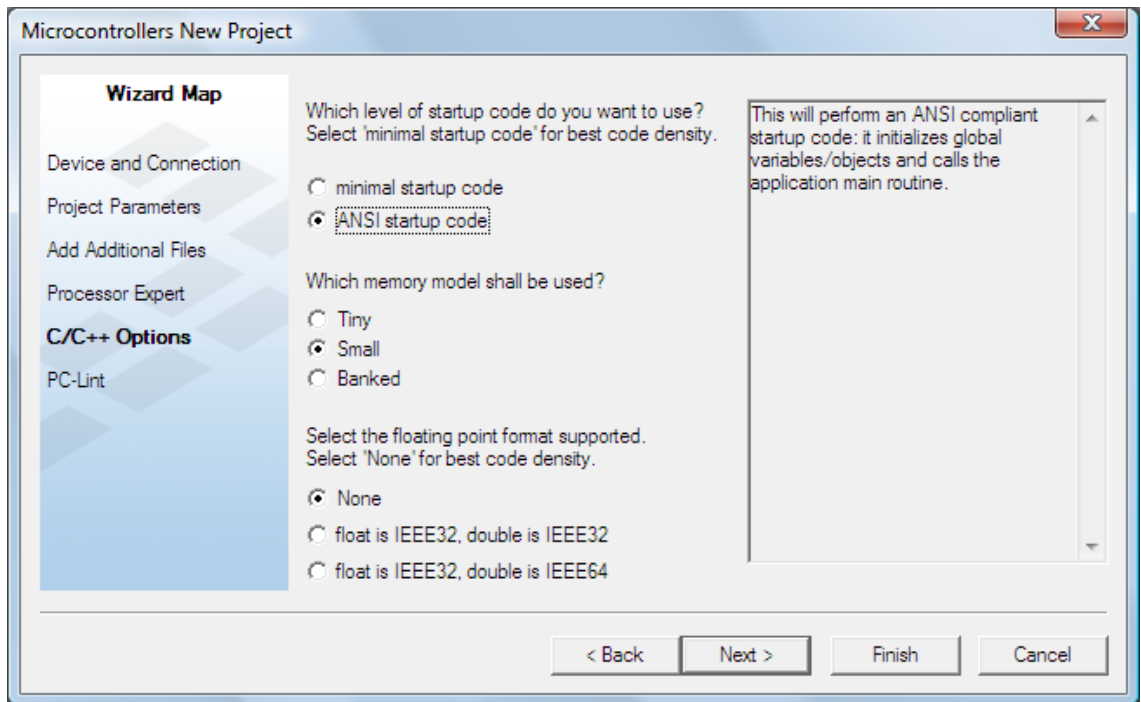

Figure 34: Use the default C/C++ options
6) Accept the default C/C++ options (Figure 34):